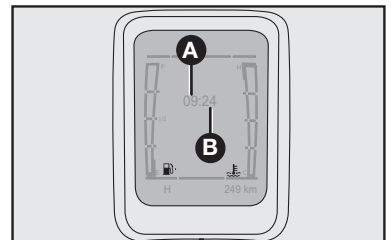

fig. 54
- Pressionar por mais de 2 segundos o botão **A** para início do ajuste do relógio (as horas serão visualizadas na parte central do quadro). O campo de horas **A**-fig. 54 irá piscar.
- Pressionar por mais de 2 segundos o botão **A** para ajustar os minutos o campo de minutos **B**-fig. 54 irá piscar.